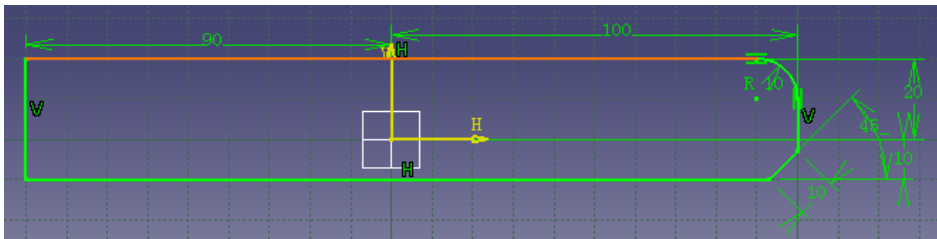

图 3-91
(1) 用 xy plane → Sketcher → Profile 画如图 3-91。用 constraint  设定尺寸后，点击 。